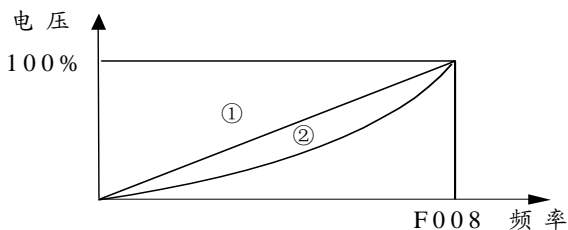

图 6-10
设定变频器的自动节能模式，F115=1 时，随着负载的变小（即电机处于轻载运行时），变频器通过检测负载电流，适当调整输出电压，达到节能运行的目的。此功能对风机、泵类、平方转矩负载的节能效果非常明显，但不适用于负载变动频繁或运转中已接近满载运行的电机。图 6-10 中①v/f 恒定，②节能运行。